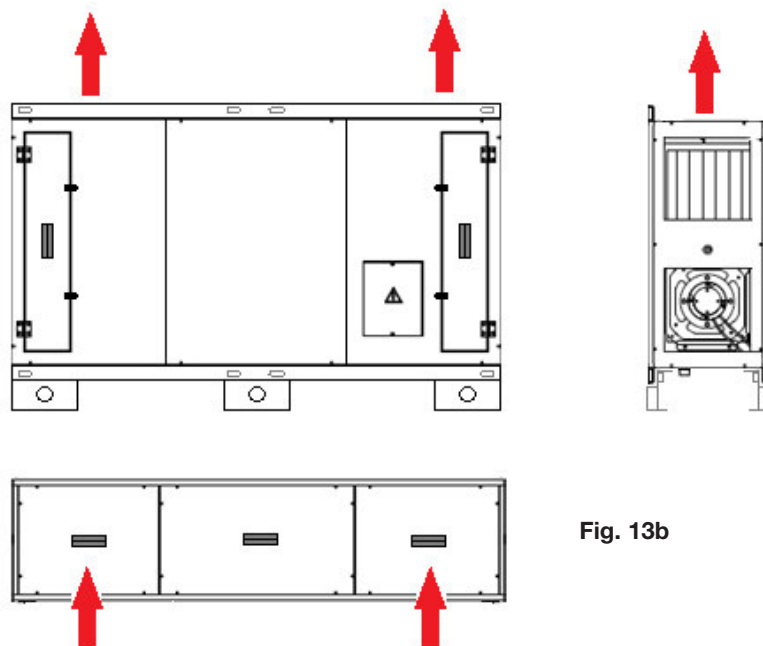

Fig. 13b
- per l'unità in versione verticale, attraverso lo smontaggio di un pannello superiore d'estremità dotato di maniglia ad incasso (**fig. 13b**)